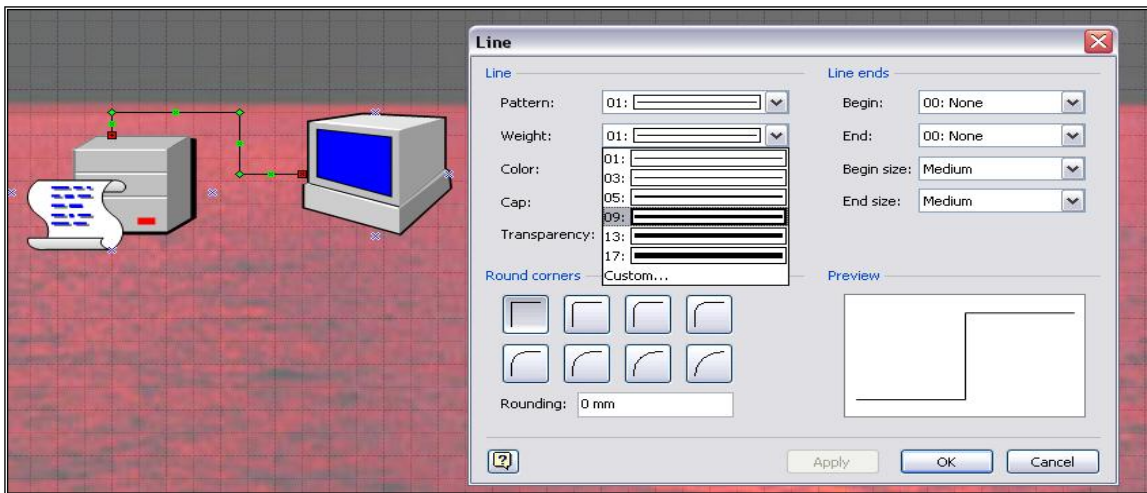

Рис. 61. Диалоговое окно **Line**
17. В диалоговом окне **Line** (рис. 61) выбрать толщину линии (например, $weight = 09$), цвет, форму.